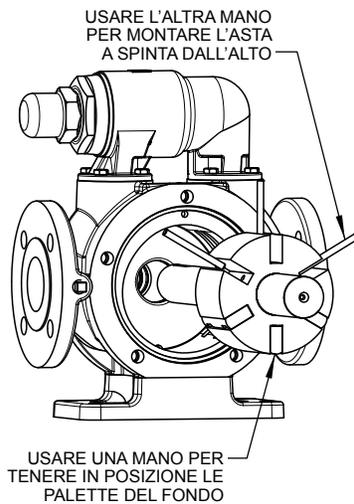

FIGURA 9
6. Ricoprire l'albero con olio leggero. Installare sul rotore le aste a punteria e due o tre palette, come mostrato in **Figura 9**.